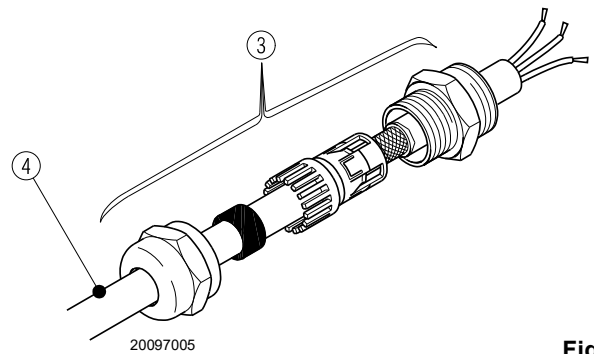

Fig. 31
- Blindar el cable 4) que proviene del VSD (Inverter) como se ilustra en Fig. 31, utilizando el racor 3);